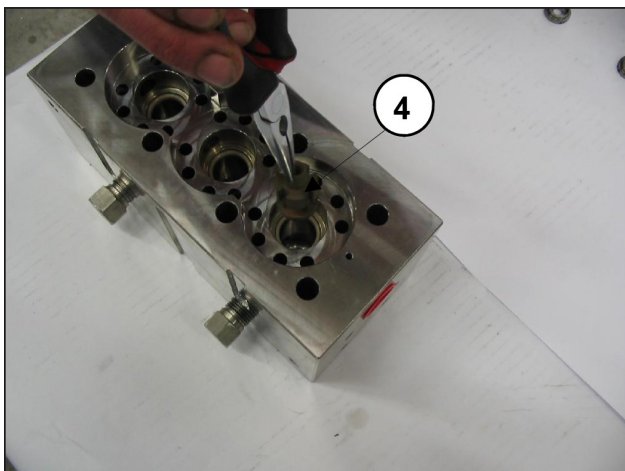
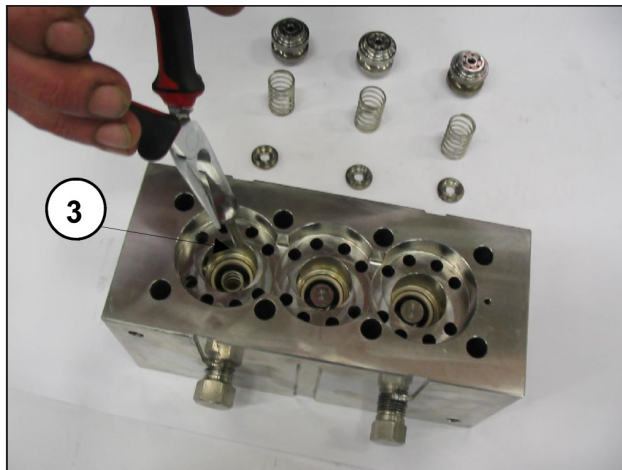

Рис. 26
Рис. 27
- Выньте тарелки нагнетания ③ и соответствующие направляющие ④ с пружинами, как показано на Рис. 26 и Рис. 27, проверьте их степень износа, заменяйте при необходимости и в любом случае не реже, чем предусмотрено в таблице "Профилактическое техобслуживание" раздела 11 **руководства по эксплуатации и техническому обслуживанию**.